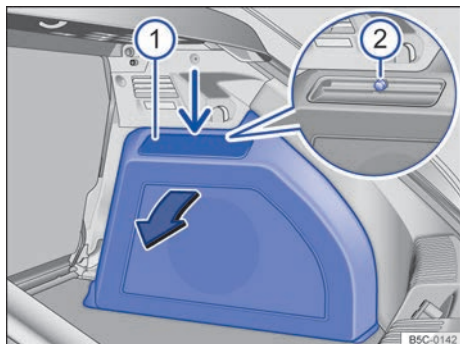

Fig. 133 Lado derecho del maletero: desmontar el subwoofer.
| 3. | Desprenda la tapa → fig. 133 ① del encastre superior (flecha pequeña) haciendo palanca con un objeto plano adecuado. A continuación retire la tapa. |